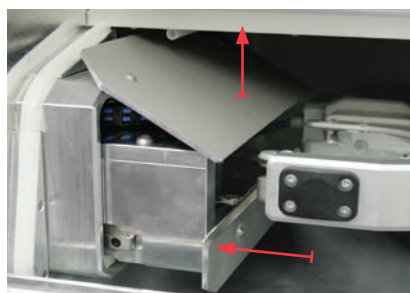

FIGURE 10 : CHARIOT DE DÉVERROUILLAGE DANS LE LOCAL DE TRAVAIL
- M8.** Maintenez d'une main la trappe de chariot ouverte et de l'autre main, poussez le chariot de déverrouillage vers le magasin de pièces brutes, jusqu'en butée (voir Figure 10).